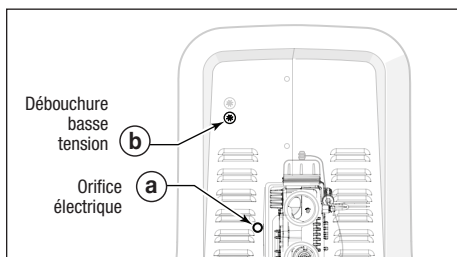

Figure 12. Orifice électrique et débouchure de tension JXiQ
2. Faire passer le faisceau électrique par l'orifice électrique situé sur le panneau latéral. Se reporter à la Figure 12 (a). Si vous utilisez la débouchure basse tension, vous devrez peut-être retirer le capuchon et le remplacer par la douille pour débouchures incluse.
**REMARQUE :** si le numéro de série de votre réchauffeur est la révision « G » (GXXXXXX) ou une version antérieure, vous devrez utiliser la débouchure basse tension pour câbler le réchauffeur. Se reporter à la Figure 12 (b).